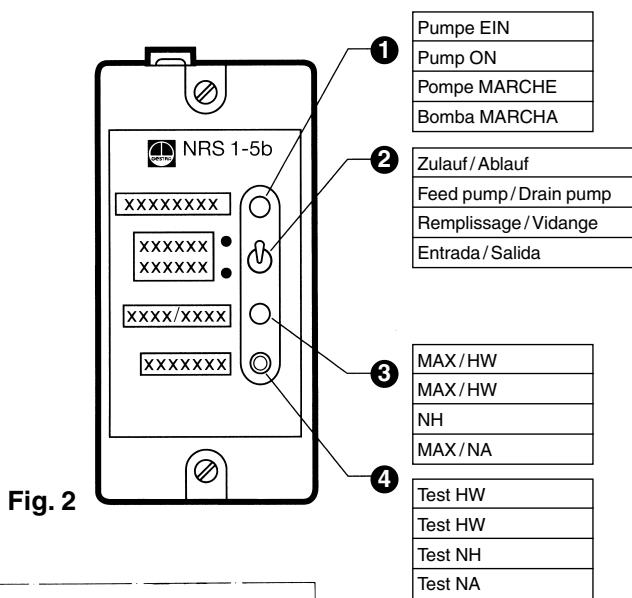

Fig. 2
2. Kippschalter **2** auf Stellung „ZULAUF“ schalten (Fig. 2).